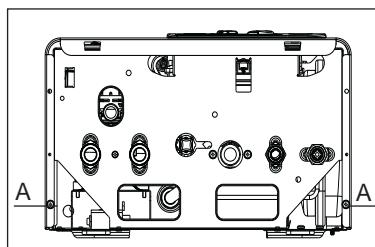

рис. 3.3
- Отвинтите винты «A», которые держат облицовку (рис. 3.3)